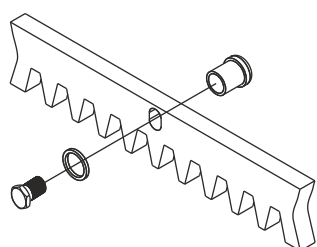

Fig. 8
5.2. Fijar los trinquetes de soporte a cada elemento de la cremallera mediante los relativos tornillos de bloqueo, cuidando de colocarlos en la parte superior del agujero - Fig. 8